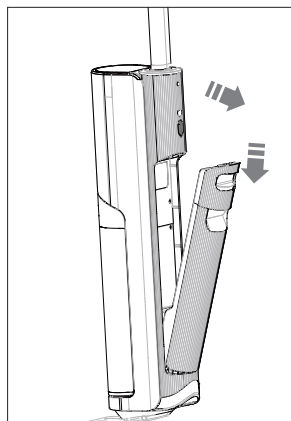

Fig. 5 – Rimozione del serbatoio dell'acqua
- ▶ Afferrare l'impugnatura incassata del serbatoio dell'acqua pulita (14) e premere verso il basso il tasto di sblocco del serbatoio dell'acqua pulita (15).
- ▶ Estrarre il serbatoio dell'acqua pulita dal corpo dell'apparecchio (**vedere Fig. 5**).